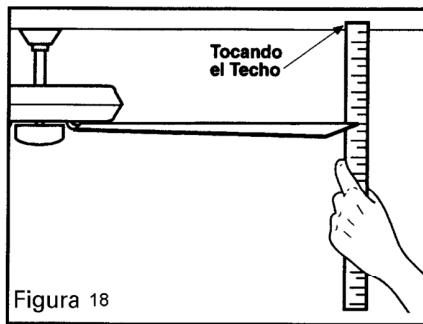

Figura 18
2. Muchos de los problemas de oscilación se producen cuando la altura de las aspas son desiguales. Verificar altura seleccionando un punto en el techo sobre la punta de una de las aspas. Medir desde un punto en el centro de cada aspa al punto en el techo. Medir esta distancia como muestra la Figura 18. Rotar el ventilador hasta que la próxima aspa quede en posición para cada aspa. Las medidas deben mantenerse dentro de $1/8"$. Operar el ventilador por 10 minutos.